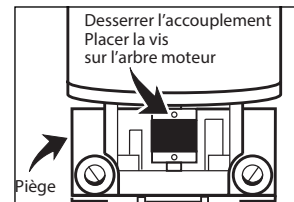
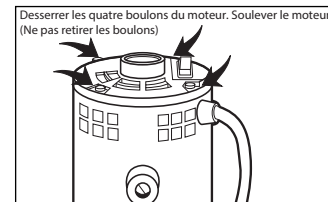
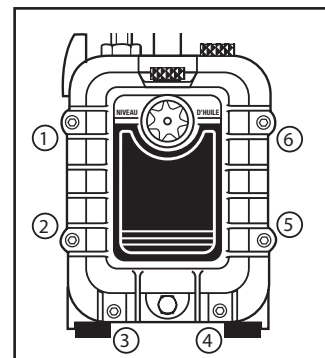
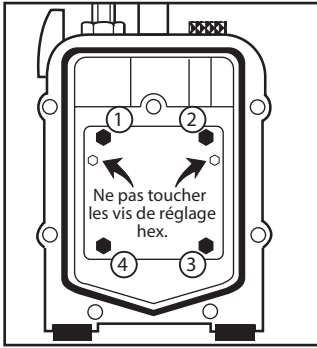

Figure 23
Figure 24
Figure 25
Figure 26
Étape 2 : tourner l'accouplement jusqu'à être face aux vis de réglage. Avec une clé Allen 5/32" ou 1/8" (selon le modèle), desserrer la vis de réglage sur l'arbre moteur (**figure 23**). Desserrer les quatre boulons du moteur (**figure 24**). Retirer le moteur. **NE JAMAIS RETIRER LES BOULONS DU MOTEUR.** Si la cartouche usagée est gelée et donc que l'accouplement ne tourne pas, retirer le couvercle d'huile (**figure 25**) et les quatre boulons de la cartouche (**figure 26**). Avec la rotation de la cartouche, l'accouplement ne mettra en position.
Étape 3 : desserrer les vis de réglage sur l'accouplement et retirer ce dernier (**figure 23**).
Avec une clé Allen 3/16", retirer les six vis à tête creuse du couvercle d'huile (**figure 25**).
Retirer les quatre vis de la cartouche avec une clé 7/16" ou 3/8" (figure 26). Éliminer la garniture d'étanchéité usagée, les deux joints toriques, la cartouche et les boulons.
Étape 3 : remettre la garniture d'étanchéité en place (figure 26) et remonter le couvercle d'huile sur le piège (figure 25).